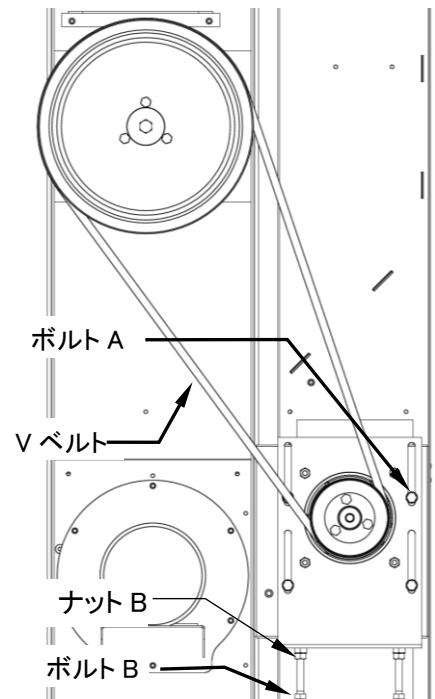

図 9-1
9.3.1 Vベルト(図 9-1)
- ・機械後方に回り、V ベルトを外します。(図 9-1)